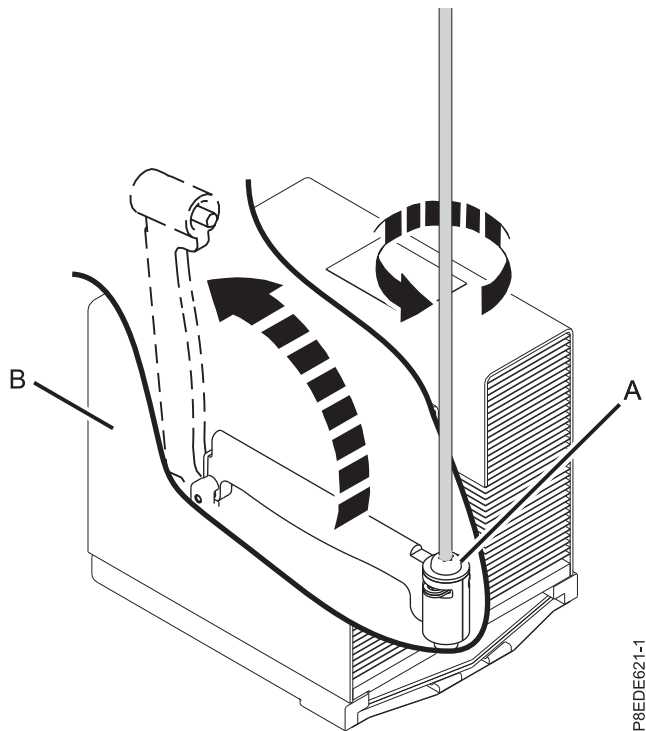

図 5. ヒート・シンク・ロード・アームのねじを締める
6. 提供されている T ハンドル T20 Torx ドライバー (部品番号 00LR425) を使用して、取り外すシステム・プロセッサ・ヒート・シンク **(B)** のロード・アームねじ **(A)** を緩めます。ロード・アームが、8 ページの図 5に示す方向に旋回して上がります。